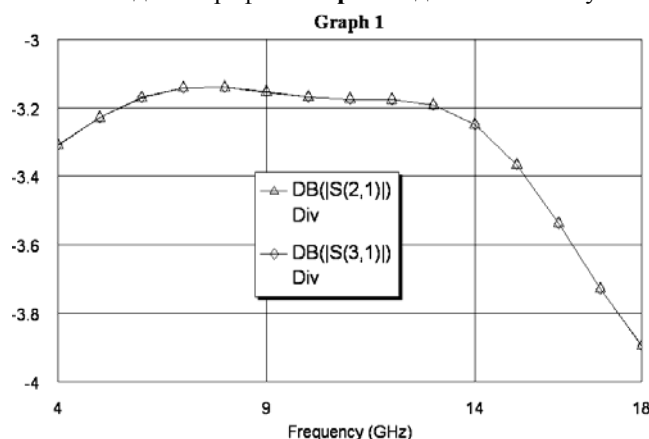

Рис. 5.63
- Щёлкните левой кнопкой мышки по значку **Analyze** на панели инструментов. Результаты анализа отображаются на графике рис. 5.63.